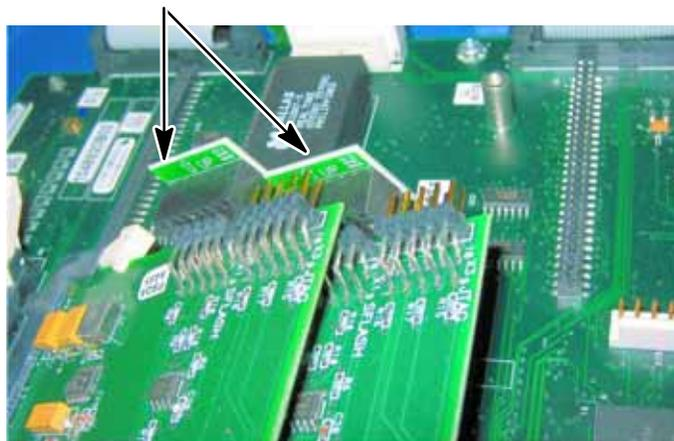

Figura B-4 Grupo duplo
12. Consulte a figura B-4. Coloque um fio de ponte de programação em cada um das placas FPGA. Assegure-se do seguinte: